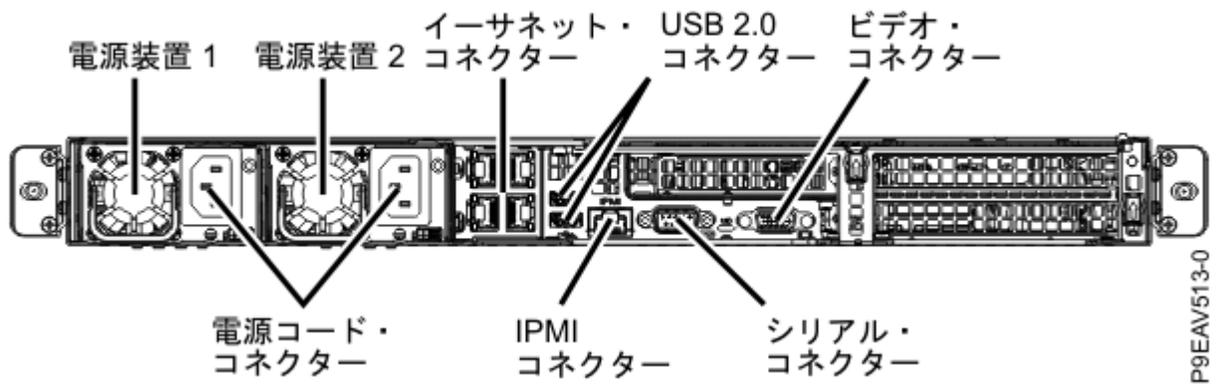

図 25 : PCIe アダプターの位置
2. 29 ページの図 25 に示されている PCIe アダプターの位置を参照します。